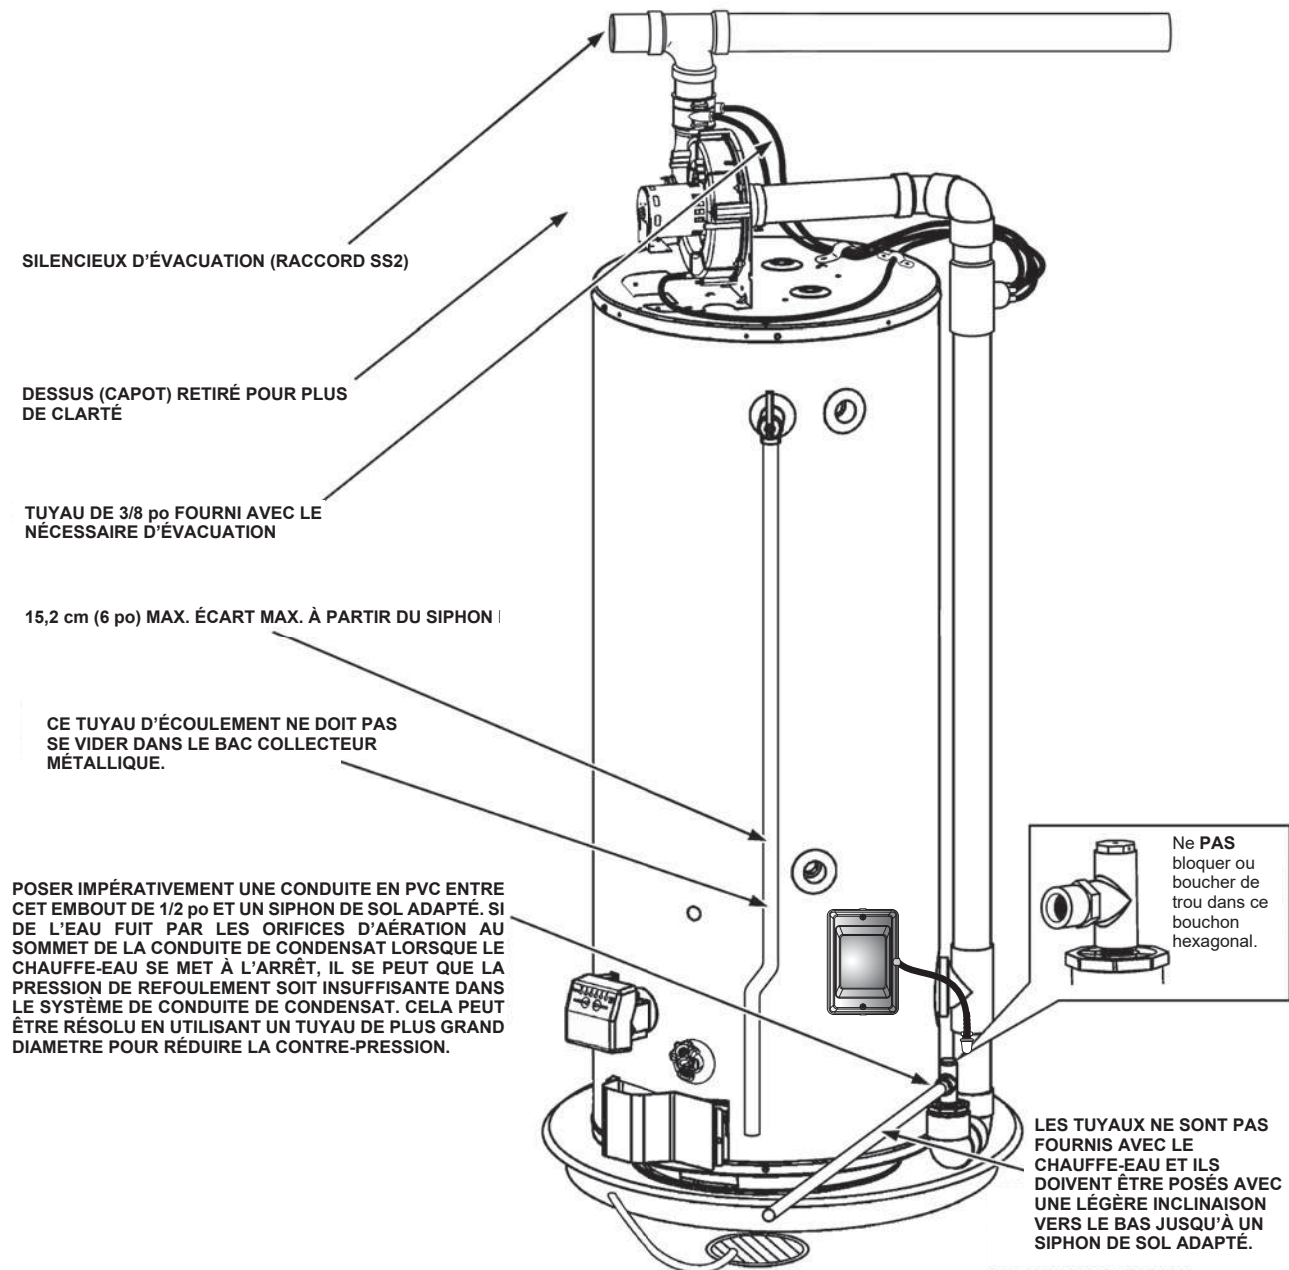

Figure 2. Caractéristiques et composants - Côté gauche
5. Choisir l'emplacement du chauffe-eau avec soin. Il est très important que la combustion, l'évacuation des gaz brûlés et la pose du tuyau d'évacuation soient corrects pour écarter les risques d'incendie et de mort par intoxication au monoxyde de carbone. Voir *Figure 1* (page 7) et *Figure 2* (page 8).